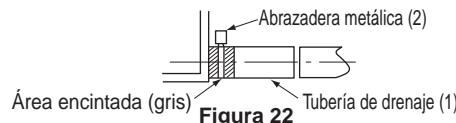
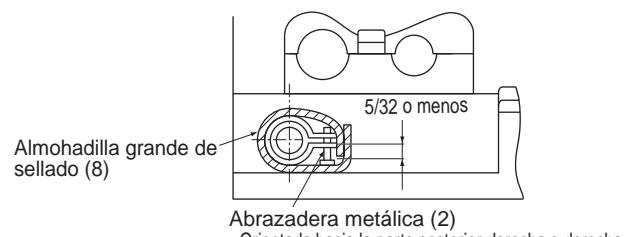

Figura 22
Figura 23 (Longitudes: Pulgadas)
También, inserte completamente la tubería de drenaje dentro de la toma para el drenaje, y coloque firmemente soporte de la abrazadera metálica dentro del área de la cinta gris en la punta insertada de la tubería de drenaje. (**Vea la Figura 22**) Ajuste los tornillos del soporte de la abrazadera metálica hasta que quede 5/32". (Ponga atención a la dirección de la sujeción para prevenir que el soporte de la abrazadera metálica entre en contacto con la parrilla de succión.) (**Vea la Figura 23**)
- Aisle el soporte de la abrazadera metálica y la tubería de drenaje desde la parte inferior usando la almohadilla grande de sellado (8). (**Vea la Figura 23**)
(2) Verifique para cerciorarse de que el agua fluya suavemente después de finalizada la instalación de las tuberías.